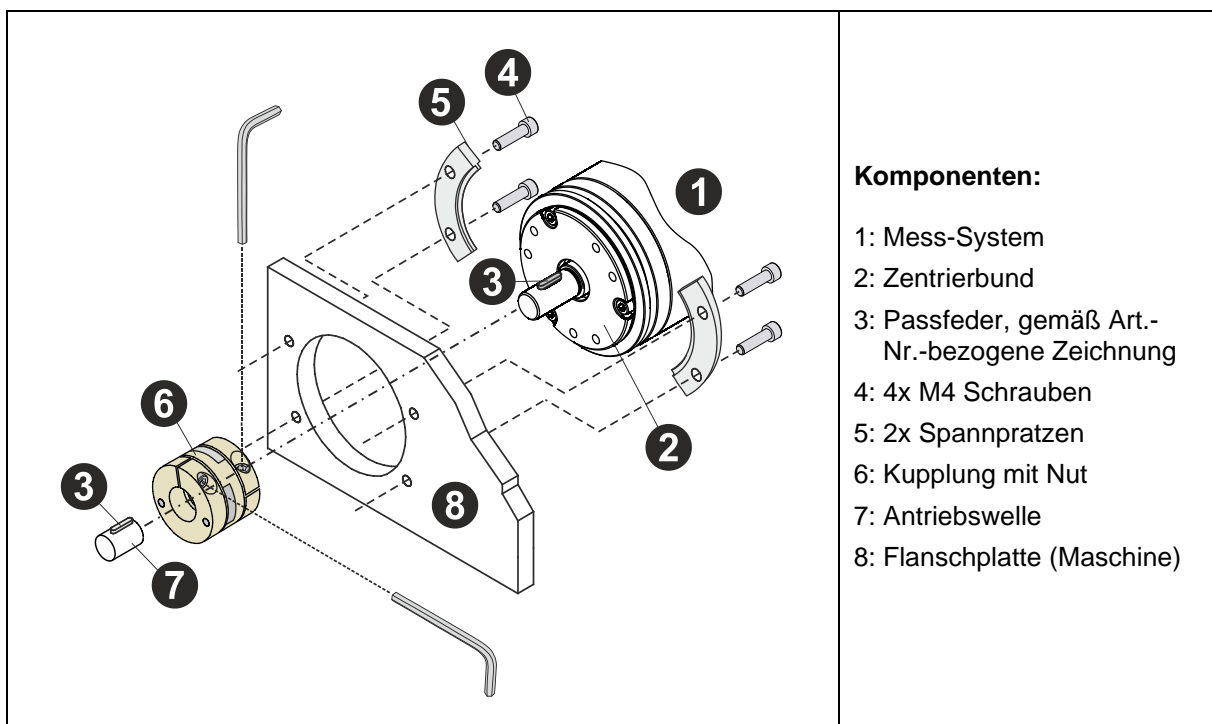

Abbildung 8: Montage mit Spannpratzen, Prinzip-Darstellung
- Zur Montage werden 2 Spannpratzen verwendet, die möglichst um 180° versetzt (gegenüberliegend) montiert und mit jeweils zwei M4-Schrauben auf der Flanschplatte befestigt werden, siehe Abbildung 8.